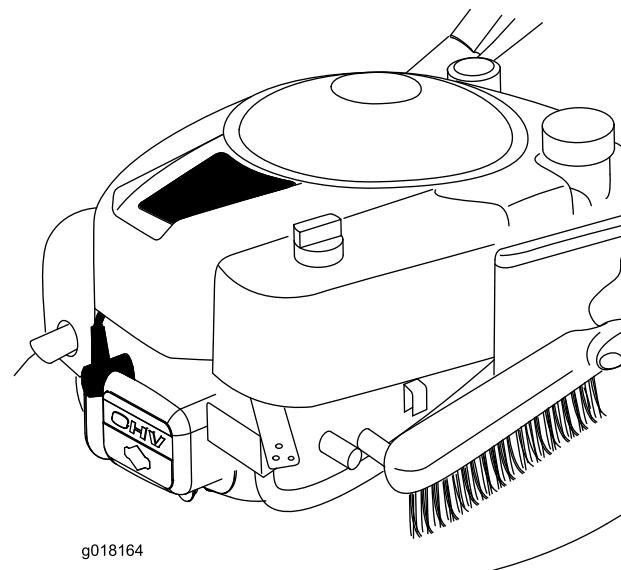

Figura 27
- Retire toda a relva e detritos do motor, incluindo do escape/proteção do escape, das vias do ar no resguardo superior e da plataforma envolvente utilizando uma escova ou ar comprimido (Figura 27).